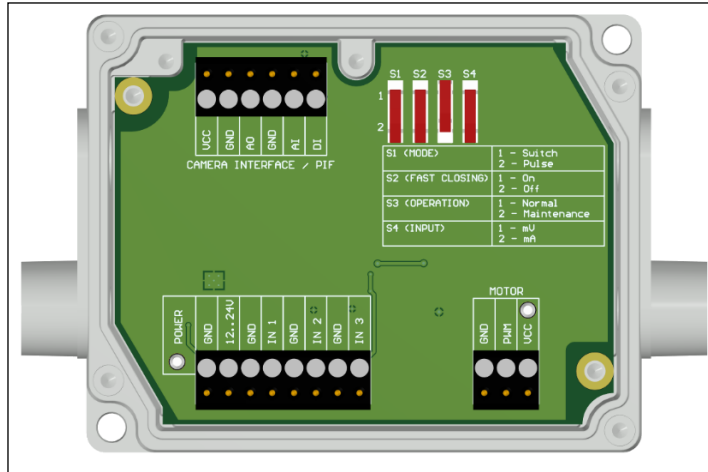

Abbildung 18: Steuerbox Shutter, Abmessungen
- Bei Verwendung von mehr als einem Shutter und einem simultanen Öffnen / Schließen der Shuttervorrichtung, muss an einer Steuerbox der Schalter S4 auf mA stehen und bei den anderen auf mV (siehe **Abbildung 18**).